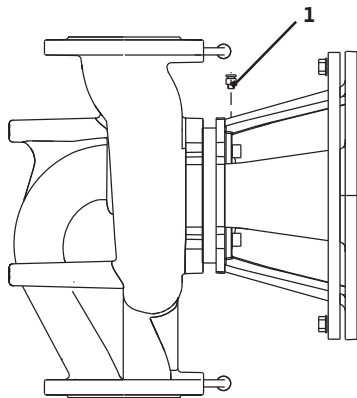

Fig. 40: Avluftningsventil
- Avlufta pumpen genom att lossa avluftningsventilen (Fig. 40, pos. 1). Torrkörning förstör pumpens mekaniska tätning. Differenstrycksgivaren får inte avluftas (risk för skador).